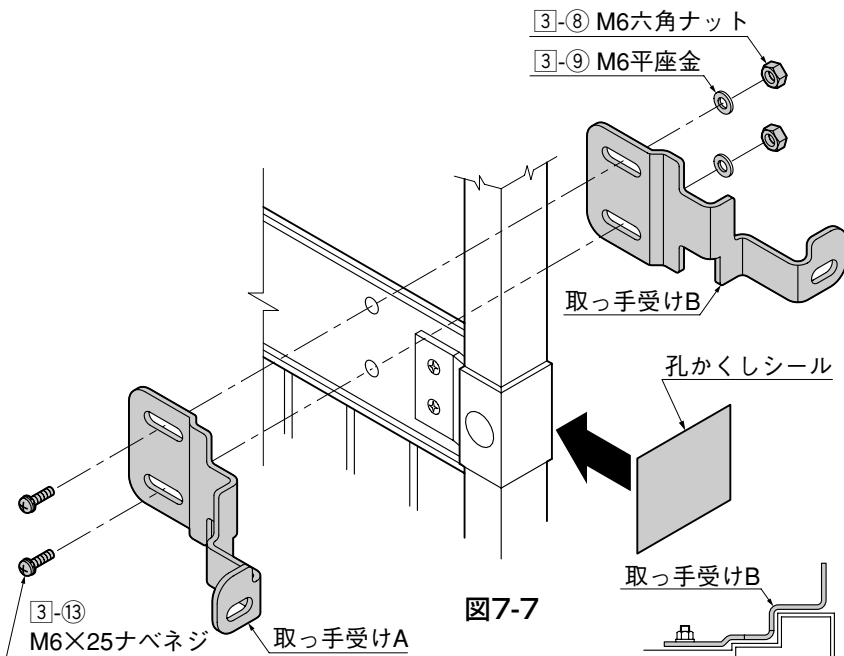

図7-7
- 反対側の門扉に錠取っ手受けA、Bを取付けます。取付けるネジは錠パネルを固定しているネジを外して、付属の3-13で取っ手受けと共に取付けます。(図7-7参照)